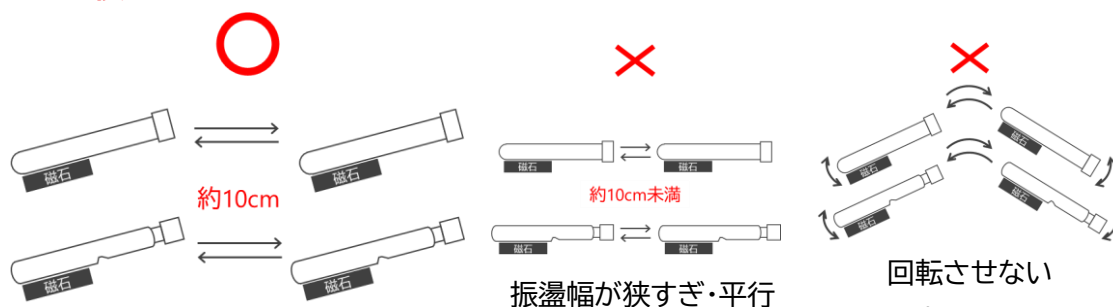

図 2. 工程 12 の反応チューブ振盪
12. レイトンチューブの場合は、反応チューブの平らな面を磁石スタンドに向けて装着、磁石面を下にして、反応チューブを傾けて 30 秒間程度穏やかに振盪します(図 2)。 12:43